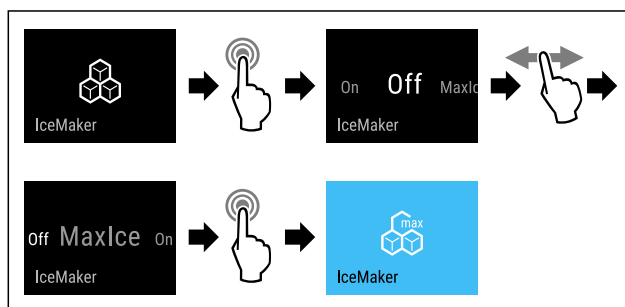

Fig. 20
- ▶ Izvedite zahtevane korake (glejte Fig. 20).